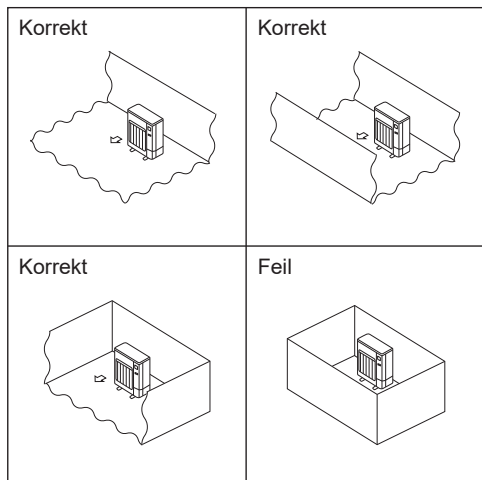

Fig. 2-2
- Monter utendørsenheter på et sted der minst én av fire sider er åpne, og i et tilstrekkelig stort område uten fordympninger. (Fig. 2-2)